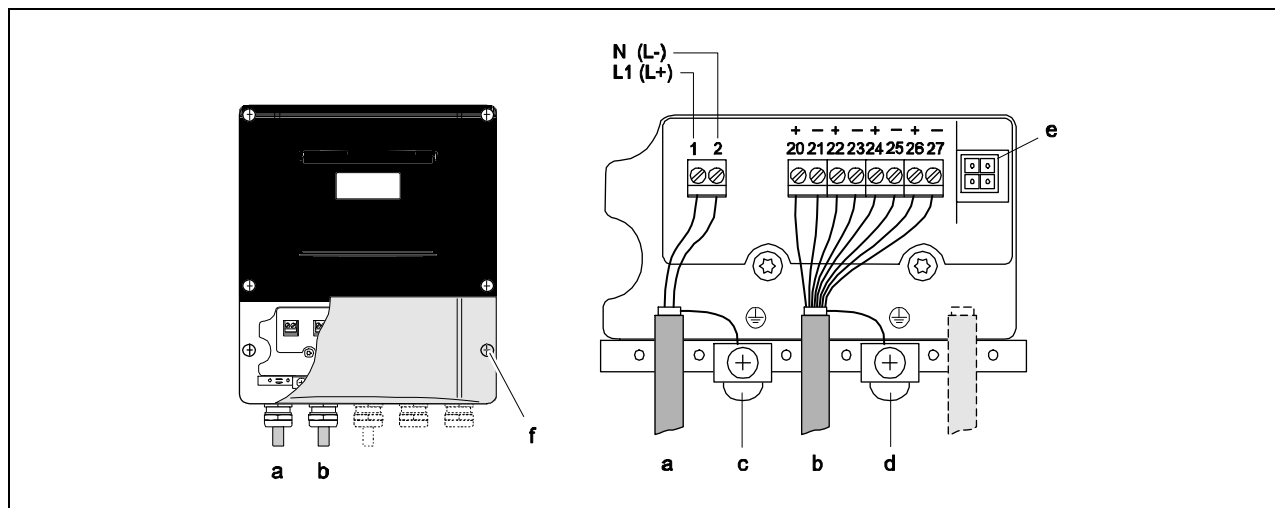

Рис. 28: Подсоединение преобразователя (вариант настенного монтажа) Поперечное сечение провода: макс. 2.5 мм2
- Схема электромонтажа (монтируемый на стену корпус) → Рис. 28